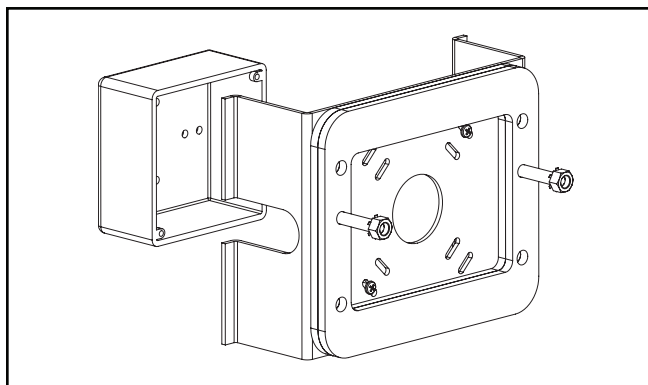

Figure 11.
4. À l'aide des deux vis fournies avec la boîte de jonction, fixez la plaque sur la boîte de jonction, avec les joints et les goujons dos au mur (Figure 11).